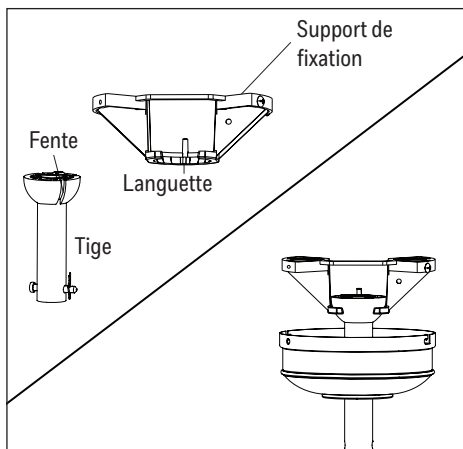

Figure 3.4
4. Insérez l'extrémité sphérique de la tige dans l'ouverture du support de fixation. Faites tourner le ventilateur dans le support de fixation jusqu'à ce qu'une fente de l'extrémité sphérique de la tige s'insère dans la languette du support de fixation (Figure 3.4).